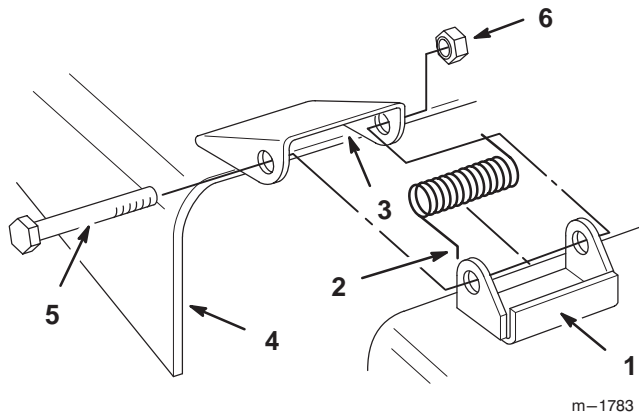

Bild 49
1. Entfernen Sie die Sicherungsmutter, Schraube und die Feder, mit denen das Ablenkblech an den Mähwerkhalterungen befestigt ist (Bild 49). Entfernen Sie das Ablenkblech, wenn dies defekt oder abgenutzt ist.
2. Setzen Sie die Federn in die Mähwerkhalterungen, und zwar mit den Hakenenden über der erhobenen Rückseite (Bild 49).
3. Fluchten Sie das Ablenkblech mit den Löchern in den Halterungen und den geraden Enden der Feder unter dem Scharnier sowie über dem Ablenkblech aus (Bild 49).